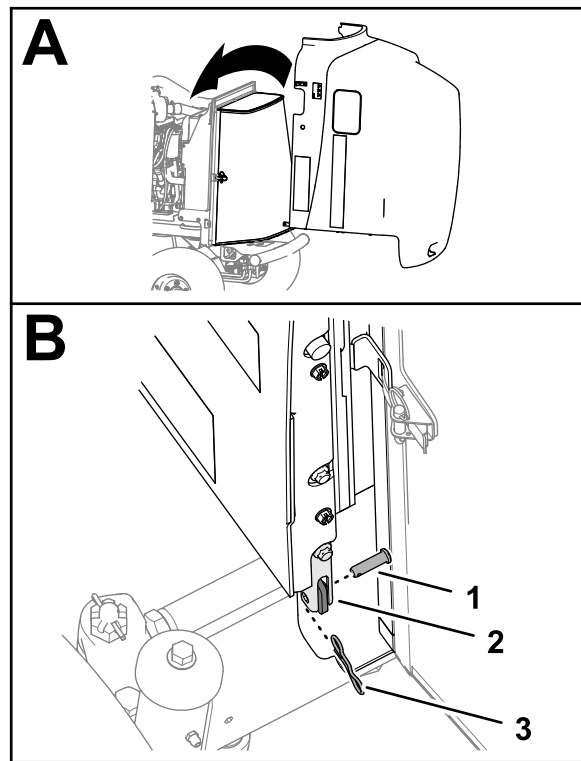

Figura 22
1. Alinee el capó en la parte trasera de la máquina (Figura 22).
2. Alinee los taladros en el tubo del bastidor del capó con los taladros en los soportes de giro de la máquina (Figura 22).
3. Monte el tubo del bastidor del capó en los soportes de giro con 2 pasadores de horquilla y 2 pasadores de chaveta (Figura 22).